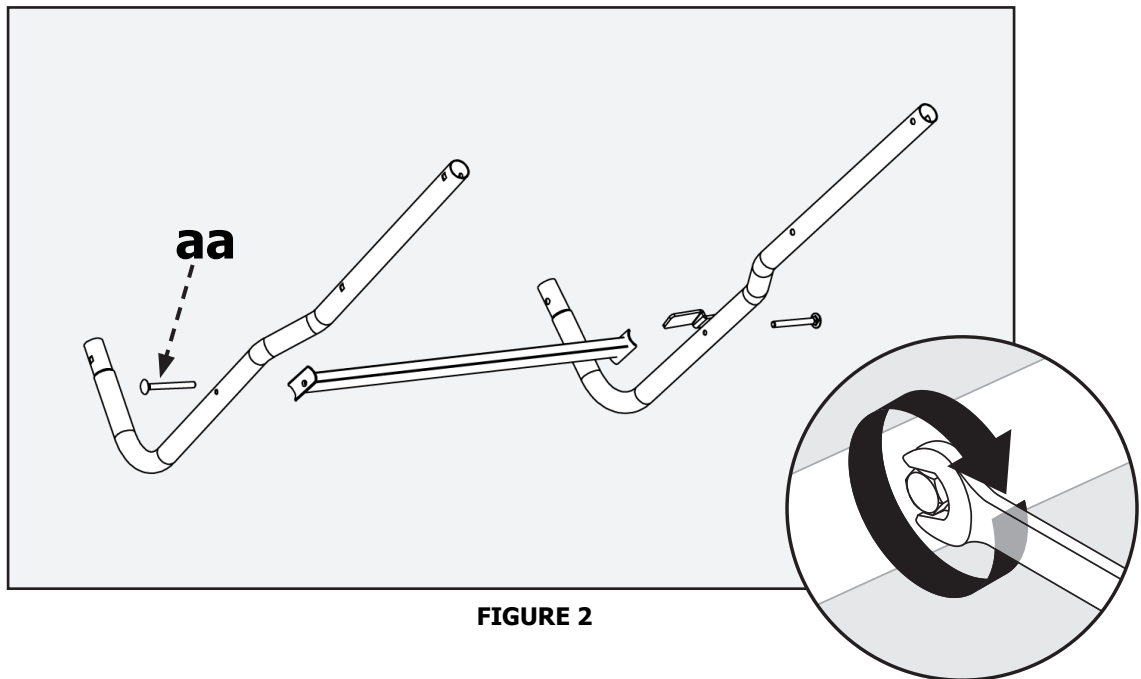

FIGURE 2
Fixez le tube de connexion de la tige de support (G) à la jambe de la Figure 2. Fixez-le avec M8 x 35mm. vis à tête cylindrique (ff) et écrou (dd).
**REMARQUE:** le tube de raccordement de la tige de support des pieds (G) doit être tourné vers l'extérieur (gauche).